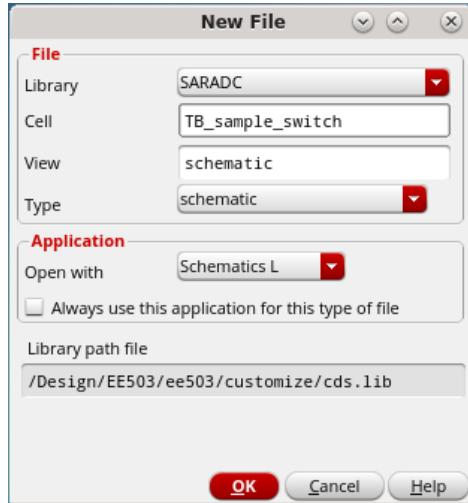

图 32 创建新的 Schematic 电路视图
- 在弹出的如图 32 所示的对话框中，将 Cell 命名为 TB_sample_switch，选择 Schematic 类型。点击 OK 按钮。